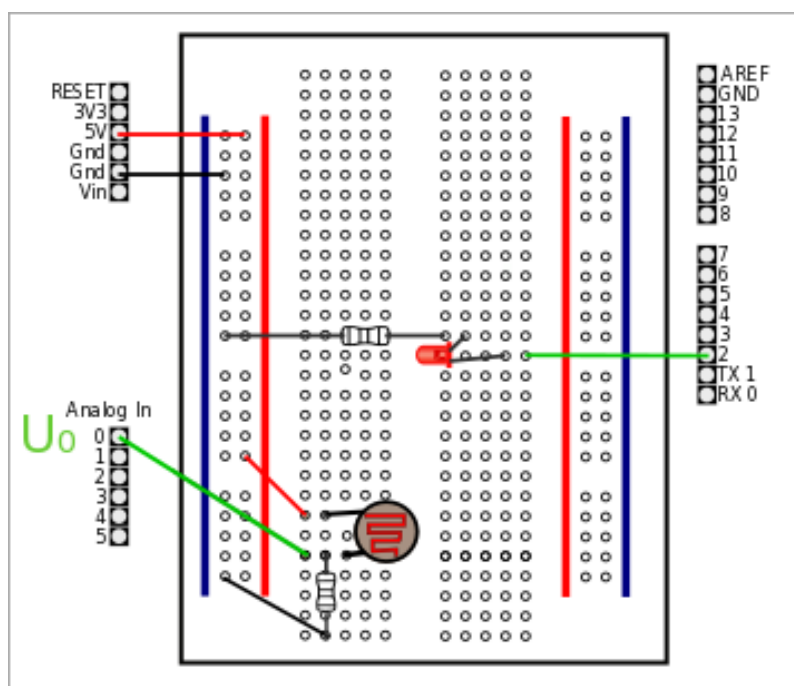

Figure 3. Schéma de câblage de pilotage de l'éclairage de la LED en fonction de la luminosité ambiante
Le câblage du circuit de contrôle de l'éclairage et du pilotage de la LED est présenté sur la figure 3.
- Nous appelons `PinLED` la variable qui stockera le nom du connecteur (la « *pin* ») du micro-contrôleur sur laquelle sera branchée la LED (figure 3).